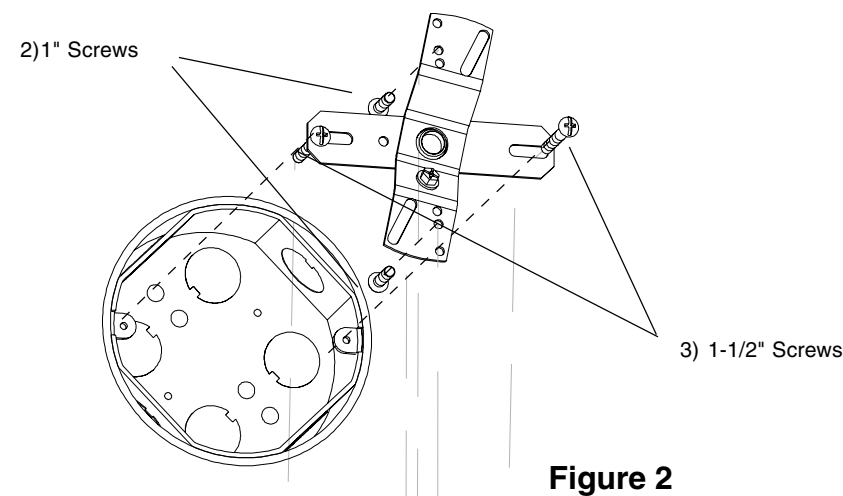

Figure 2
3. Insérer deux vis de 1-½ po (3) dans les fentes de la section plate de la traverse et fixer la traverse plate à la boîte de jonction. Voir la fig. 2.
2. Fully thread two 1" Screws (2) into the center hole of the three holes on either side of bent section of the Double Crossbar (1). Note: *Insert Screws from opposite side of green ground screw head.* **See Fig. 2**
3. Insert two 1-1/2" Screws (3) through slots of flat section of Crossbar and attach flat Crossbar to the junction box. See Fig. 2.
2. Enrosque totalmente los dos Tornillos de 1" (2) en el agujero de centro de los tres agujeros a ambos lados de la sección de la Barra Transversal Doble (1). Nota: *Inserte los Tornillos del lado opuesto de la cabeza del tornillo verde de hacer tierra.* **Vea Fig. 2.**
3. Inserte dos Tornillos de 1-1/2" (3) por las ranuras de la sección plana de la Barra Transversal y sujete la Barra Transversal plana a la caja de ensambladura. **Vea Fig. 2.**